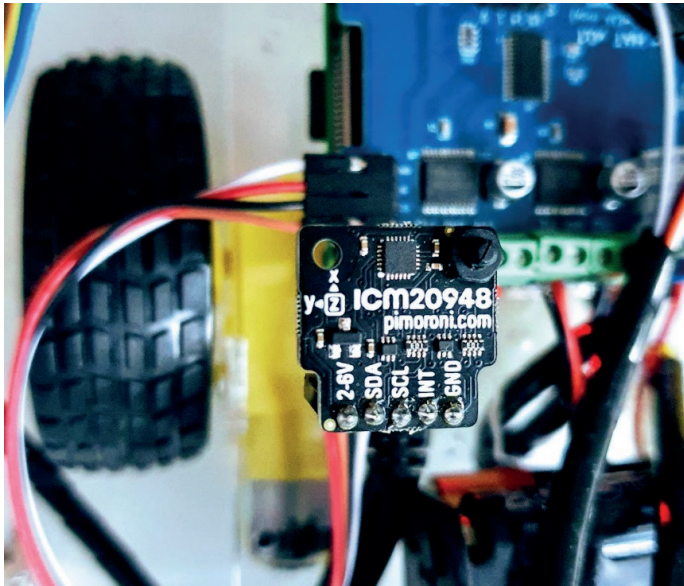

Рис. 12.9. IMU, готовый к подключению
4. На рис. 12.9 показан ICM20948, установленный на стойку, размещенную поверх платы двигателя. Выводы модуля готовы к подключению. Отрегулируйте конструкцию так, чтобы ось X была направлена вперед, а ось Y влево. Затем затяните гайку. Чем ближе модуль расположен к геометрическому центру робота, тем точнее будут результаты измерений!